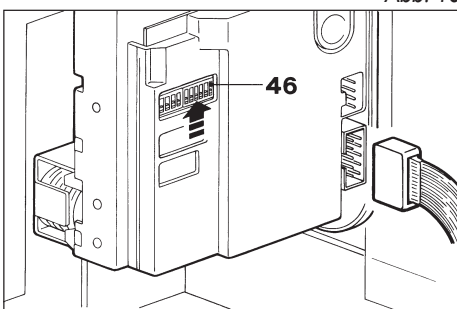

Abb. 17
- Das Flachbandkabel mit dem Münzprüfer verbinden (Abb. 17).
- Durch Betätigung der Dip-Schalter (46) kann der Münzprüfer so eingestellt werden, daß er eine oder mehrere der programmierten Münzen abweist. Zu diesem Zweck die Schalter der zu blockierenden Kanäle nach oben schieben (Abb. 17).